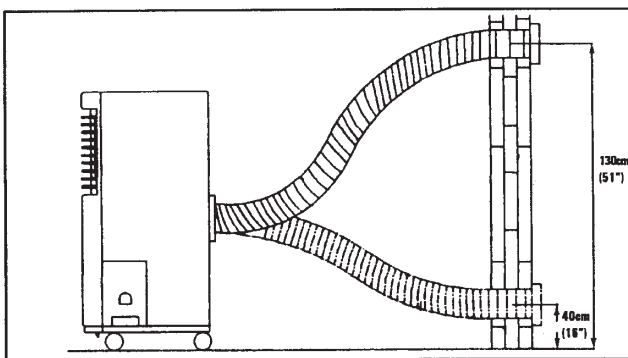

Рис.4.5
• С целью уменьшения сопротивления воздуха конец отвода трубы необходимо фиксировать таким образом, чтобы ее ось была параллельна горизонтальной плоскости. При этом конец отвода должен находиться на высоте от 40 до 130 см от пола. (см. рис. 4.5)